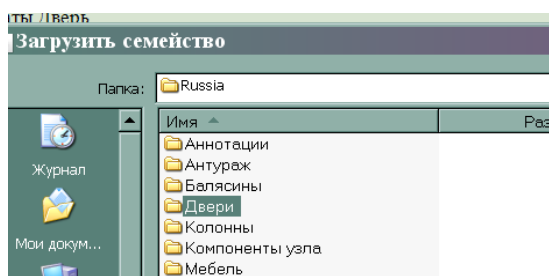
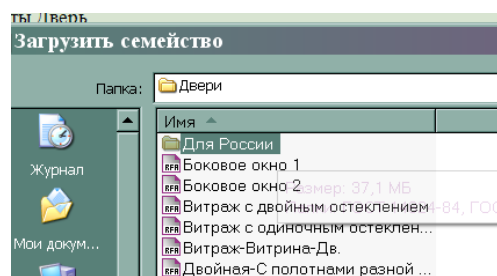
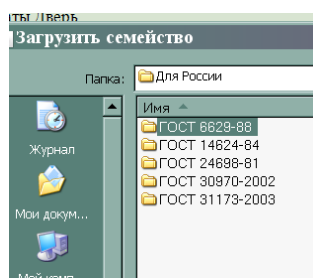
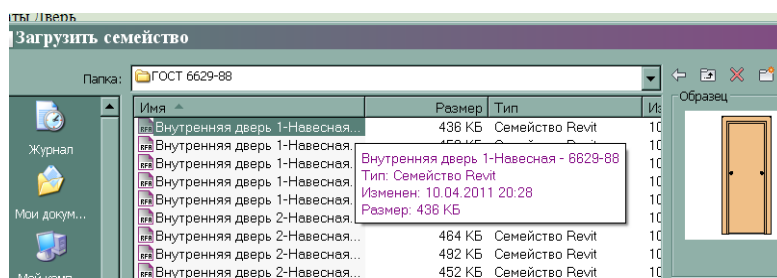

Рис. 56
Рис. 57
Рис. 58
Рис. 59
3. Для загрузки дополнительных типоразмеров дверей из библиотеки Revit последовательно нажать **Режим → Загрузить семейство → Двери → Для России → ГОСТ 6629-88** и выбрать необходимый тип двери (рис. 56, рис.57, рис.58, рис.59).